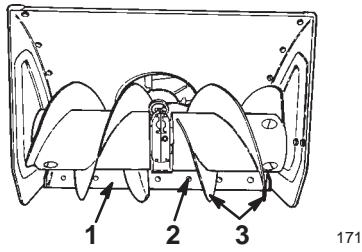

Figure 27
6. Placez un support sous *les lames de la tarière* pour qu'elles se trouvent au moins à 3 mm (1/8") du sol (Fig. 27).
8. Pour corriger la position de la lame racleuse, desserrez les boulons de carrossier qui la fixent au carter de tarière (Fig. 27), mettez-la à la hauteur voulue et resserrez les boulons.